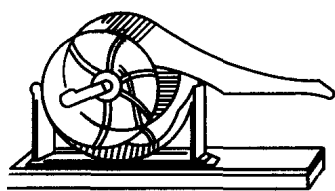
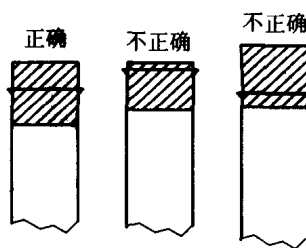

图 1-2 软木塞滚压器
图 1-3 塞子的配置
(1) 塞子的选择：有机化学实验室常用橡皮塞或软木塞来封闭瓶口和连接普通玻璃仪器的各部件，瓶塞选配得当与否，对仪器的安装和实验能否顺利进行有很大的关系。选用软木塞，其表面不要有裂纹和深洞。在钻孔或使用之前，要用软木塞滚压器（图 1-2）把塞子慢慢压紧压软。这样可使软木塞内部结构均匀密集，防止钻孔时塞子破裂或使用吸收过多液体。软木塞滚压器也可用两块木板代替。经过滚压，塞子大小应与仪器的口径相适应，塞子进入仪器口径的部分以塞子本身长度的 $1/2 \sim 2/3$ 为宜（图 1-3）。